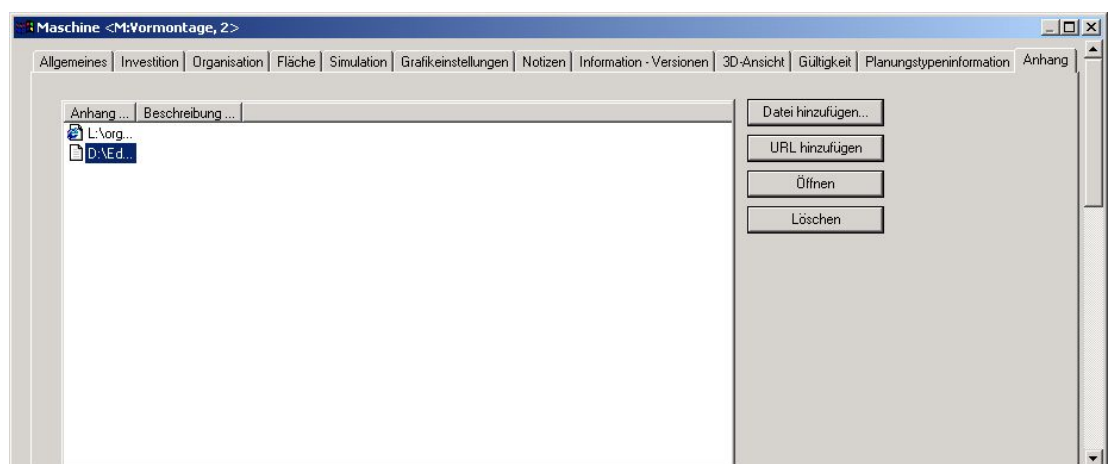

Abbildung 103: Wertschöpfende Ressource – Reiter Anhang
- Klicken Sie danach auf OK. Der Eintrag wird im Dialog *Anhang* angezeigt. Per *Doppelklick* oder über *Öffnen* wird über die eingegebene Adresse die Seite angezeigt: Eine angezeigte Seite kann z. B. auch ein Verzeichnis aus dem Intranet sein. Siehe auch: Abbildung 103.